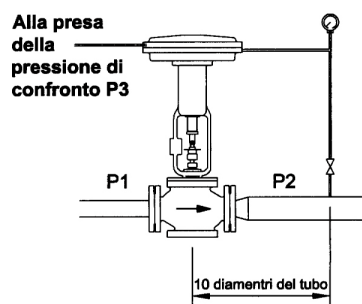
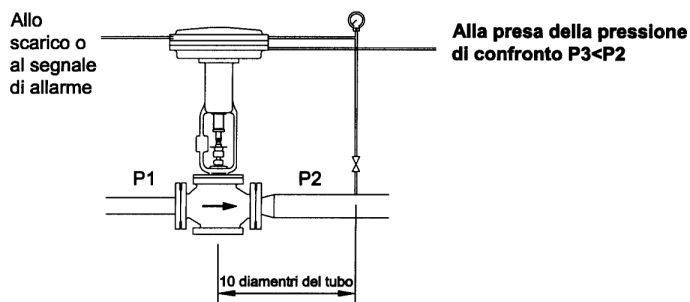

Fig. 17
Fig. 19
9.3.4 Le Fig.17, 18 e la Fig.19 riportano a titolo di esempio gli schemi di installazione di due regolatori al solo scopo di dare indicazioni di carattere generale. Suggerimenti più precisi possono essere dati su richiesta caso per caso.